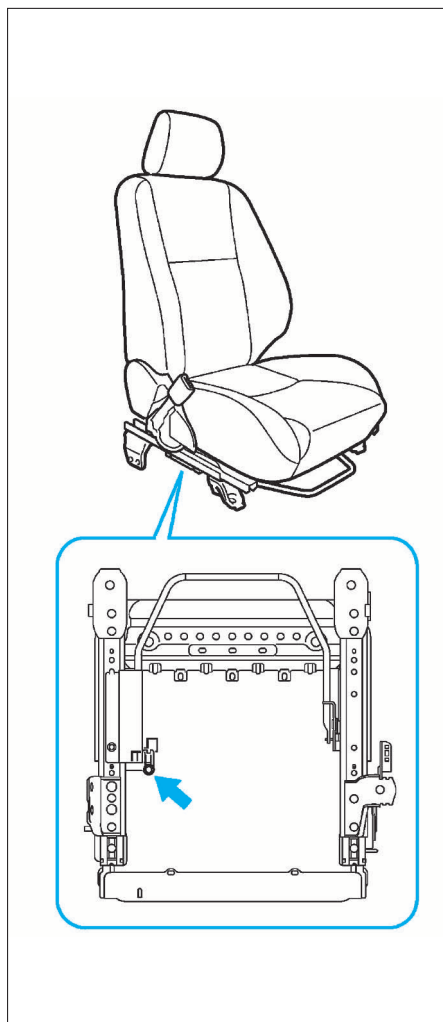

FIG. 16
- A l'aide d'une clé Torx "T30", déposer la vis de fixation (flèche) du capteur (fig. 16).